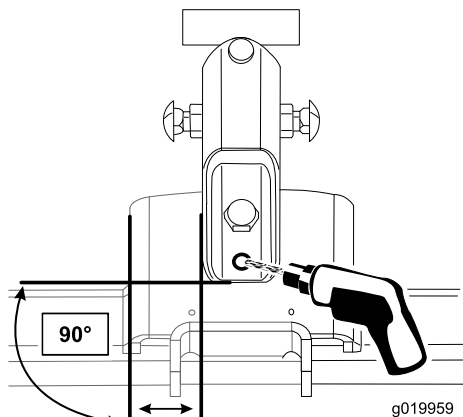

図 6
4. ピボットブラケットについている二つめの穴から、マシンのプレートまでドリルで穴を開ける (図 6)。